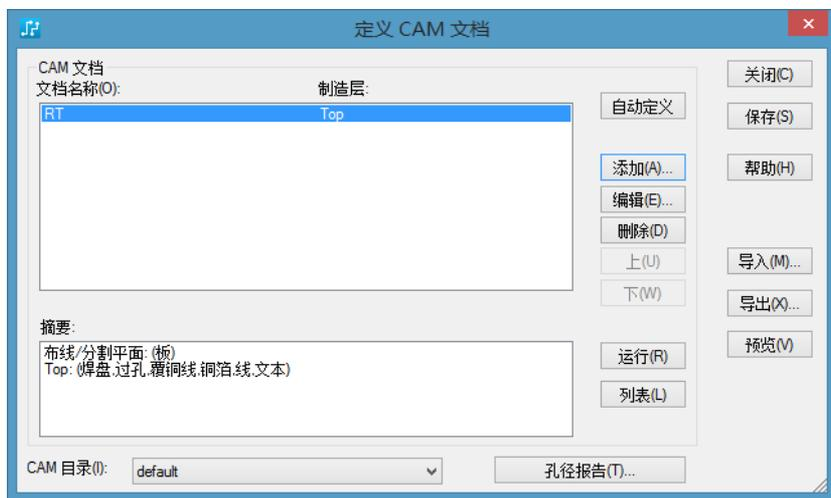

图 16-13 “Top”层 CAM 文档
(8) 单击“添加文档”对话框中的“运行”按钮,则进行布线层光绘文件的输出。
(9) 单击“确定”按钮退出“添加文档”对话框,添加的 CAM 文档在“定义 CAM 文档”对话框中显示,如图 16-13 所示。